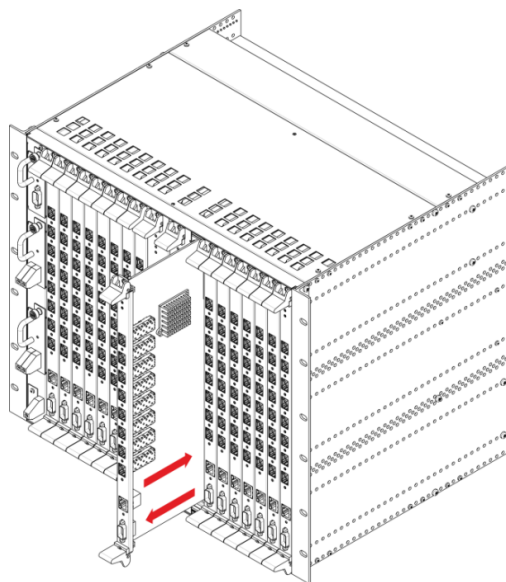

Рисунок 43 — Установка платы в МА4000-РХ
Шаг 5. Открутите винты, расположенные на выталкивателях модуля. Нажмите вниз на нижний выталкиватель и вверх на верхний. Потяните модуль на себя и выньте его из крейта, рисунок 43.
Шаг 6. Установите новый модуль PP4X в обратном порядке, рисунок 43.
⚠ Во избежание повреждений плат устанавливать (вынимать) платы в крейт необходимо аккуратно, не допускается применение усилий. Не допускать соприкосновения поверхностных компонентов устанавливаемой платы с соседней установленной платой. Если при установке платы по направляющим возникает сопротивление, плату необходимо вынуть и повторить установку заново. После установки всех модулей в корзину обязательно зафиксировать соединение с помощью винтов, рисунок 43.
Шаг 3. Открутите винты, расположенные на выталкивателях модуля. Нажмите вниз на нижний выталкиватель и вверх на верхний. Потяните модуль на себя и выньте его из крейта, рисунок 43.
Шаг 4. Установите новый модуль PLC8 в обратном порядке, рисунок 43.
- ⚠ Во избежание повреждений плат устанавливать (вынимать) платы в крейт необходимо аккуратно, не допускается применение усилий. Не допускать соприкосновения поверхностных компонентов устанавливаемой платы с соседней установленной платой. Если при установке платы по направляющим возникает сопротивление, плату необходимо вынуть и повторить установку заново. После установки всех модулей в корзину обязательно зафиксировать соединение с помощью винтов, рисунок 43.**